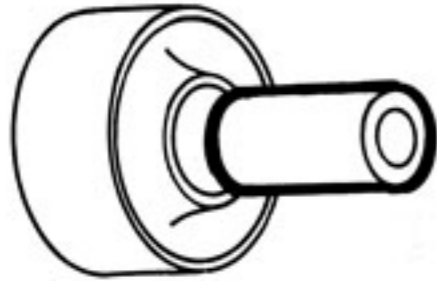

Fig. 1
- S'assurer du bon état des silentblocs et de l'entretoise thermique (côté gauche) de fixation supérieure moteur (Fig. 1).